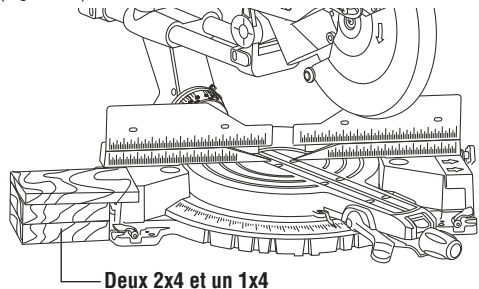

Figure 23. Bloc de support
**Blocs** – Les pièces longues ont besoin d'être mieux soutenues. La hauteur de base (3-3/4 po) est conçue en fonction du bois d'œuvre standard de deux 2x4 et un 1x4. On peut utiliser des planches de ces épaisseurs pour créer des rallonges de support auxiliaires pour les ouvrages longs (Figure 23).